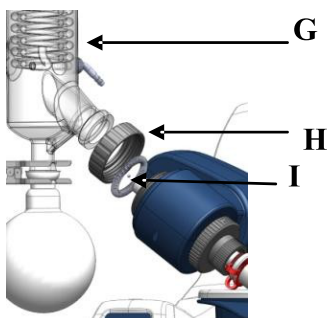

Рис. 12
Монтаж холодильника (G) (рис. 12 и 13)
- Установите на холодильник гайку (H) и уплотнительное кольцо (I)
- Затяните гайку (H) вручную на резьбе. Включите испаритель на 20 мин. При 200 об/мин и после затяните гайку заново.